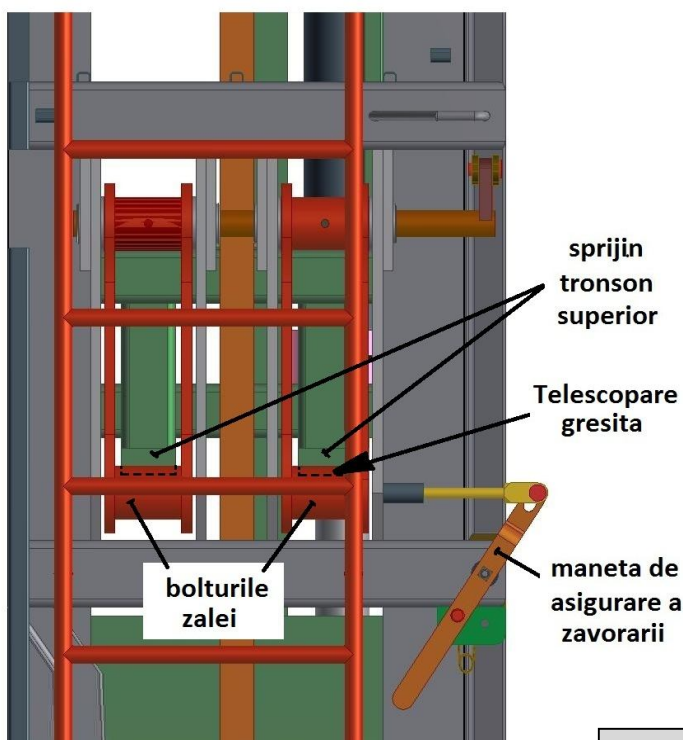

Fig. 3
**În Fig. 3 și 4 este simulată o telescopare incorectă.**